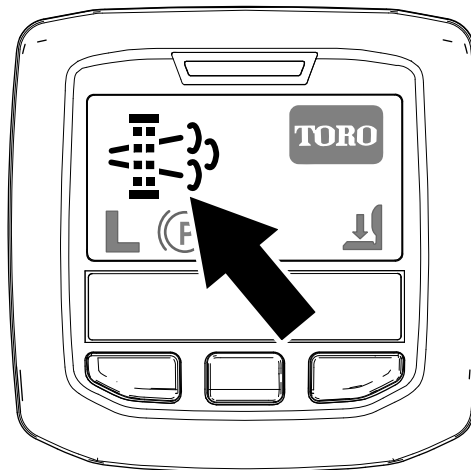

Figura 27
- O ícone de pedido de regeneração em estacionamento surge no InfoCenter (Figura 27).